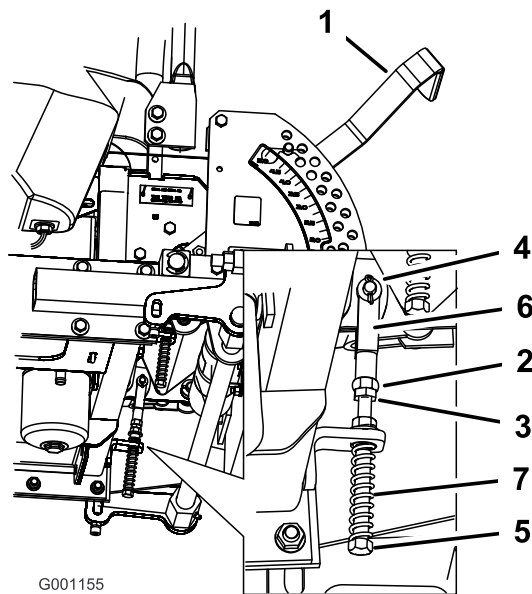

Figura 75
8. Si es necesario un ajuste, afloje la tuerca y la contratuerca contra la horquilla (Figura 75).
9. Aplique una ligera presión hacia atrás en la palanca de control de movimiento, gire la cabeza del perno de ajuste en el sentido apropiado hasta que la palanca de control esté centrada en posición de bloqueo/punto muerto (Figura 75).
10. Apriete la tuerca y la contratuerca (Figura 75).